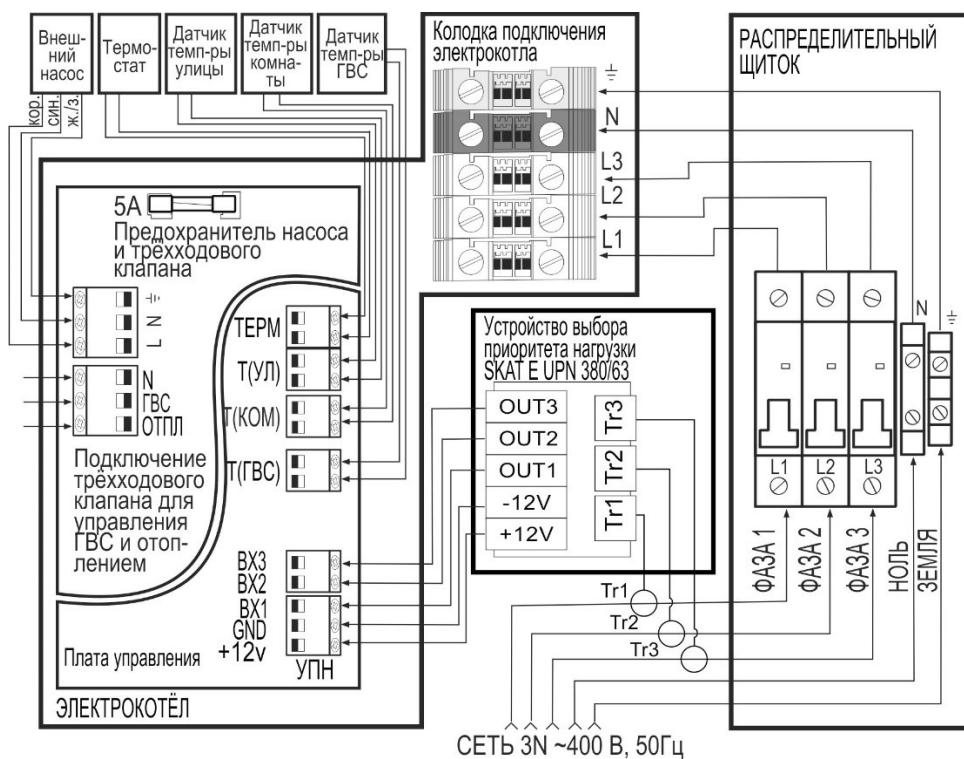

Рисунок 5 - Схема подключения электрокотла к сети $3N \sim 400$ В
время отключает ТЭНЫ (см. схему подключения на Рисунок 5 и 6).
ленную на предприятии-изготовителе (см. Рисунок 5 и 6).
- подключить на плате управления датчик уличной температуры к колодке с надписью «Т(УЛ)» (см. Рисунок 5 и 6);